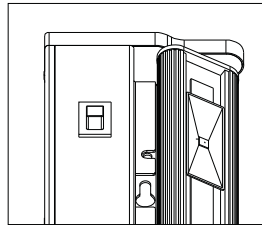

Figure 2
2. Position the fixture housing against the mounting surface. Swivel the reflector head out of the way and mark the screw hole locations. **See Figure 2.**
2. Placez l'appareil sur la surface de montage. Faites pivoter la tête du réflecteur à l'extérieur et marquez les emplacements des trous de vis. **Voir la figure 2.**